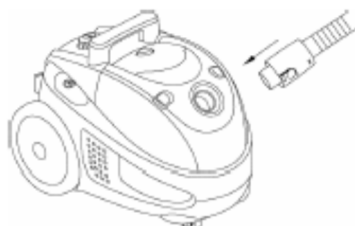

Рис.3
3. Наполните контейнер для воды обычной водопроводной водой до уровня MAX H₂O на индикаторе (см.рис.3).